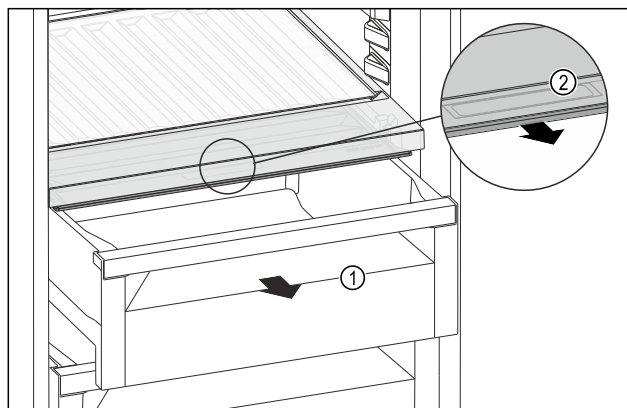

Fig. 148
- ▶ Izvucite ladicu Fig. 148 (1).
- ▶ Primite ručku Fig. 148 (2) na poklopcu pretinca i istodobno povucite poklopac pretinca prema naprijed.